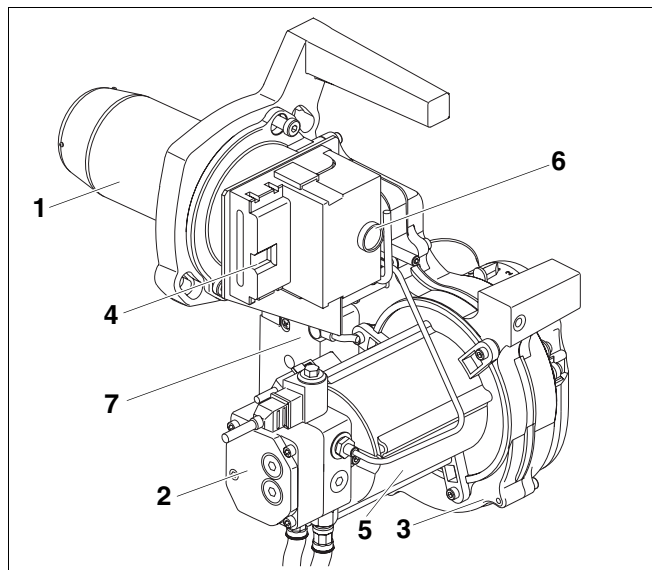

Рис. 1 Горелка Logatop SE
- труба горелки (рис. 1, поз. 1)
- топливный насос с электромагнитным клапаном и шлангами для дизтоплива (рис. 1, поз. 2)
- корпус горелки (рис. 1, поз. 3)
- разъем горелки для подключения 7-контактного штекера (рис. 1, поз. 4)
- мотор горелки (рис. 1, поз. 5)
- автомат горения дизельного топлива с кнопкой подавления помех (рис. 1, поз. 6)
- устройство розжига (рис. 1, поз. 7)
Горелка (рис. 1) имеет штекерное соединение с системой управления (7-контактный штекер).